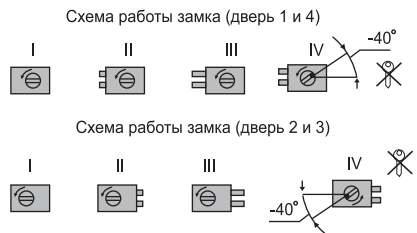

рис. 3
2. Засов замка выдвигается ключом с наружной стороны или ручкой с внутренней стороны двери. Засов замка имеет четыре фиксированных положения (рис.3):